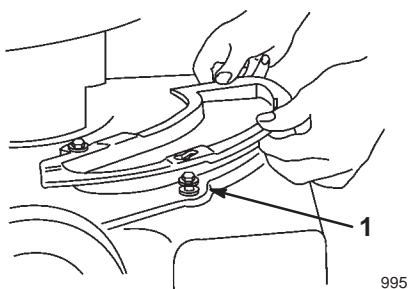

Figure 43
5. Placez la plaque d'obturation sur les boulons à épaulement (Fig. 43).